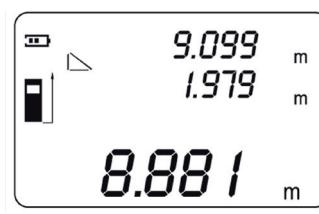

Abb. 18
8. Nochmals die Read-Taste betätigen, um die berechnete Länge BC in der untersten Zeile des Displays anzuzeigen; die Distanz AC wird gleichzeitig in der zweiten Zeile angezeigt (Abb. 18).